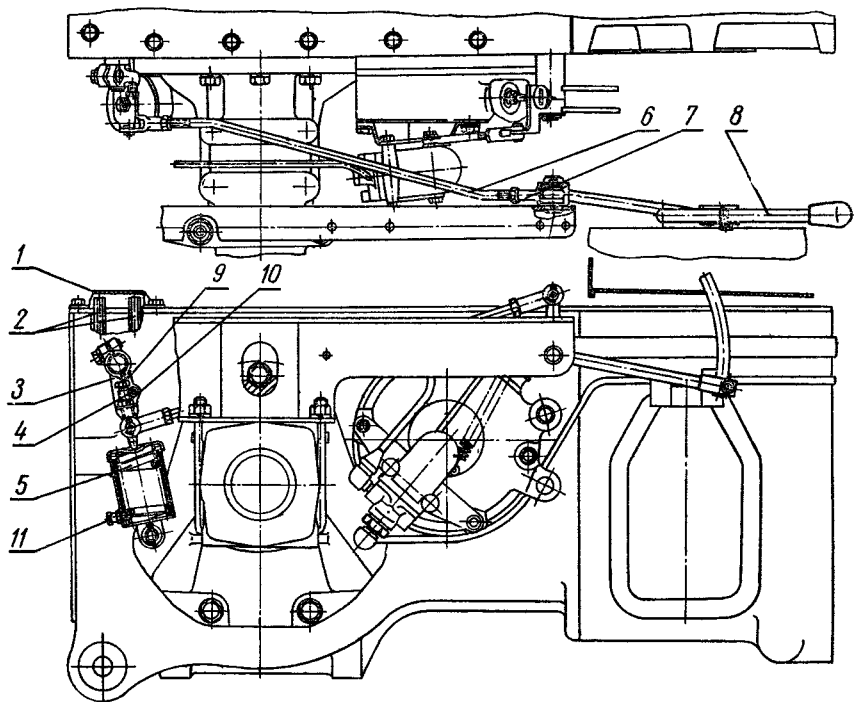

Рис. 50. Механизм управления задним ВОМ:
В систему рычагов и тяг механизма управления ВОМ включена цилиндрическая пружина 5 (рис. 50) таким образом, что усилие ее расжатия обеспечивает либо включение либо выключение как тормоза солнечной шестерни, так и тормоза водила в зависимости от положения рычага управления.
1. Совместите отверстие на рычаге 3 (рис. 50) с резьбовым отверстием на корпусе заднего моста и зафиксируйте рычаг в таком положении, завернув технологический болт 4 размером М10×60 мм.
8. Сворачивая или наворачивая вилку 7 на тягу 6 удлините или укоротите последнюю так, чтобы запас на регулировку «К» (см. рис. 50), т. е. расстояние от клеммного зажима рычага до пола кабины в положении рычага переключения «ВКЛ», составлял 45—50 мм.